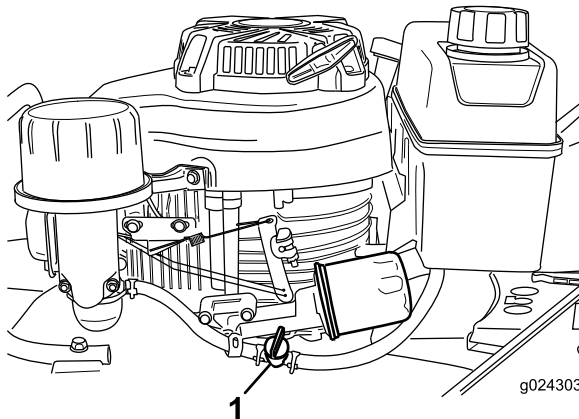

Figura 15
2. Abra la válvula de combustible (Figura 15).
**Nota:** Cierre la válvula de combustible (Figura 15) a menos que vaya a volver a arrancar el motor en breve.